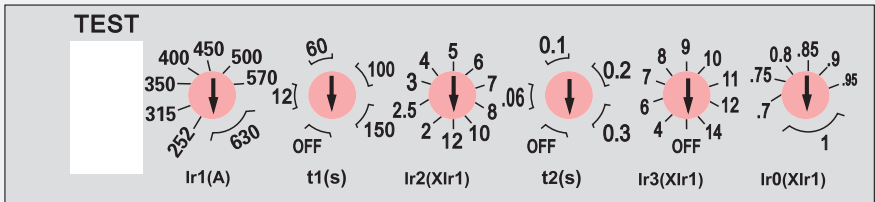
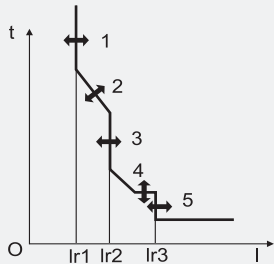

图14
图15
7. HSM2E-630, In=630A电子式脱扣器见图14、图15